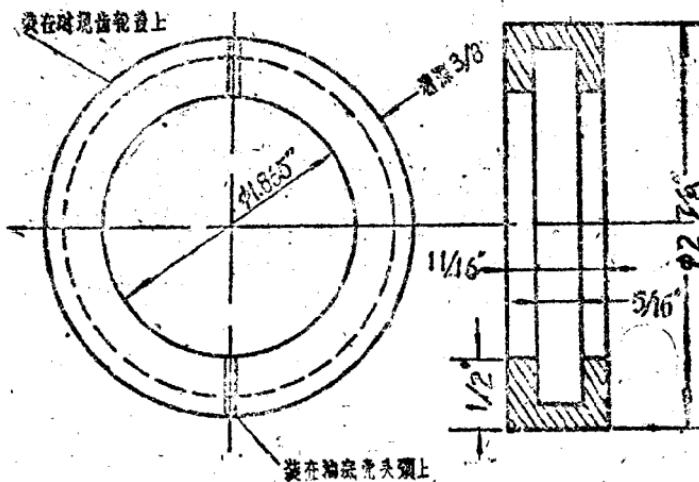

图 2
②968型大蒙天、666型白氏、U7144T型奧多卡、大非特尔等汽車，除护油鉄圈外，其他同上述。护油鉄圈見图2。